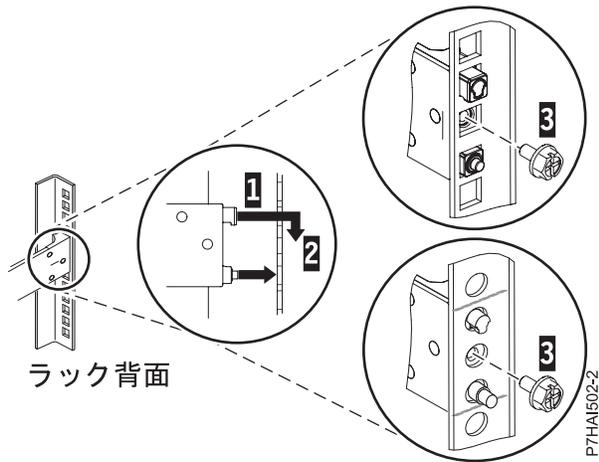

図 3. ラック背面の穴へのピンの位置合わせおよび噛み合わせ
3. スライド・レールの後部にある 2 つのピンの位置を、事前にマークを付けた、選択済みの EIA 単位の上下 2 つの穴に合わせます。スライド・レールを手前に引いて、2 つのピンをラックの穴に挿入し **(1)**、スライド・レールを下方に下げて **(2)** 上部のピンのフック機構を噛み合わせます。詳しくは、5 ページの図 3を参照してください。次のステップに進む前に、2 本のピンがラックの穴から出ていることを確認してください。